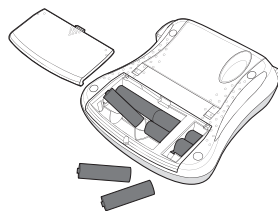

Abbildung 2
1. Schieben Sie die Abdeckung des Batteriefachs auf, und nehmen Sie sie ab. Siehe Abbildung 2.
① Nehmen Sie die Batterien heraus, wenn der Etikettendrucker längere Zeit nicht benutzt wird.